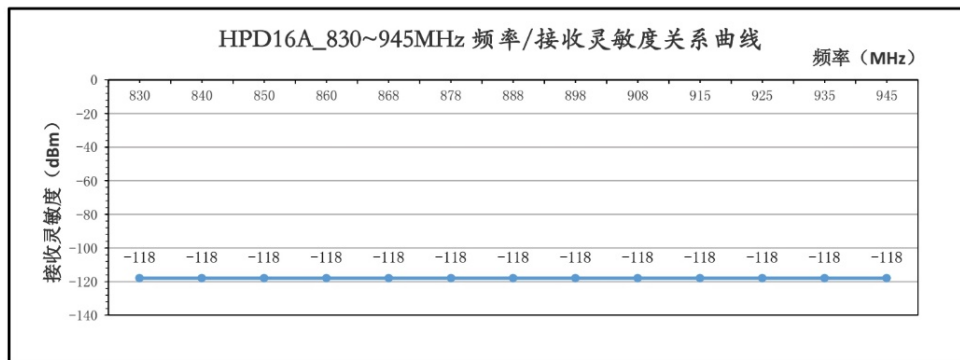

图 6
- 【3】、图 6 表达了在 400~520MHz ， 840~945MHz 整个频段内，接收灵敏度无变化；